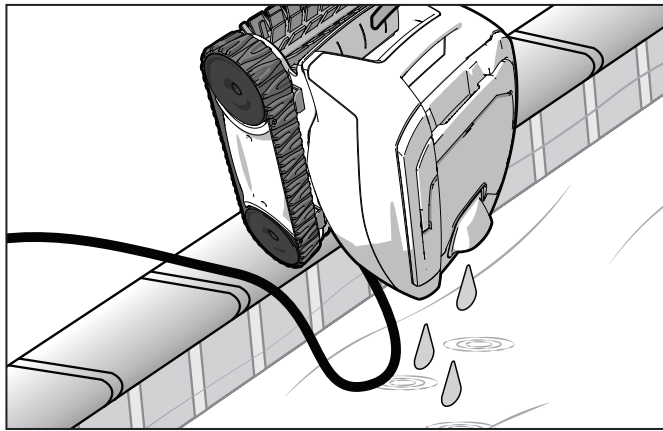

Figure 17. Sostener verticalmente para drenar el agua
2. Mantenga el limpiador en posición vertical para que drene (Figure 17).